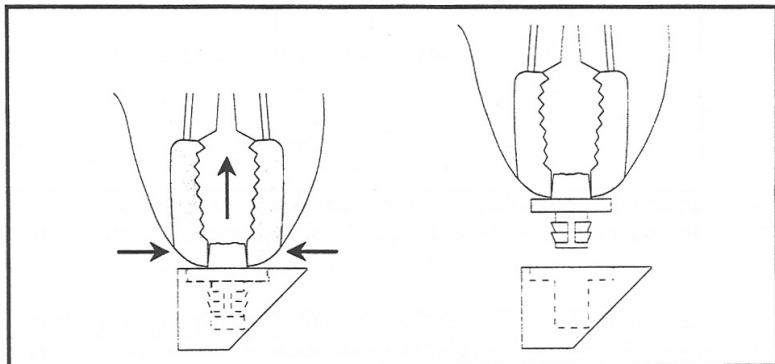

図 3.3 壊れたピンを取り除く。ピンの破片が残っていないか注意。
2. ペンチ、プライヤーなどの道具で、壊れたグリルピンを真上に取り除いてください。(図 3.3 参照)